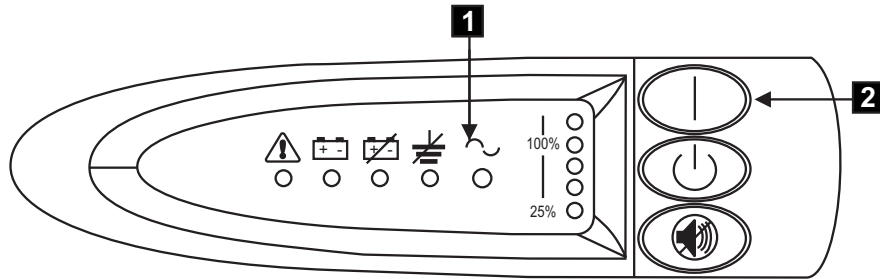

図 236. 2145 UPS の電源スイッチおよびインディケータ
10. すべてのフロント・パネル・インディケータ (594 ページの図 236 を参照) は、2145 UPS が自己診断テストを実行する間、しばらく明滅します。テストが完了すると、モード・インディケータが明滅して、2145 UPS が待機モードに入ったことを示します。